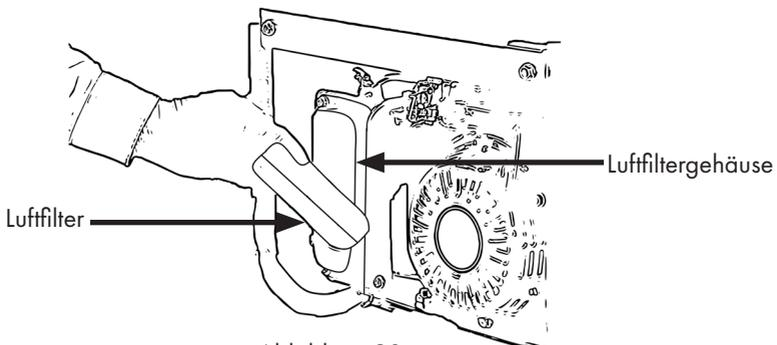

Abbildung 20
- Entnehmen Sie den Luftfilter aus dem Luftfiltergehäuse, Abb. 20.